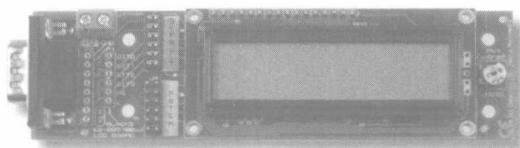

图 2.1-18 FlowCodeLCD 板
(17) FlowCodeLCD 板如图 2.1-18 所示。